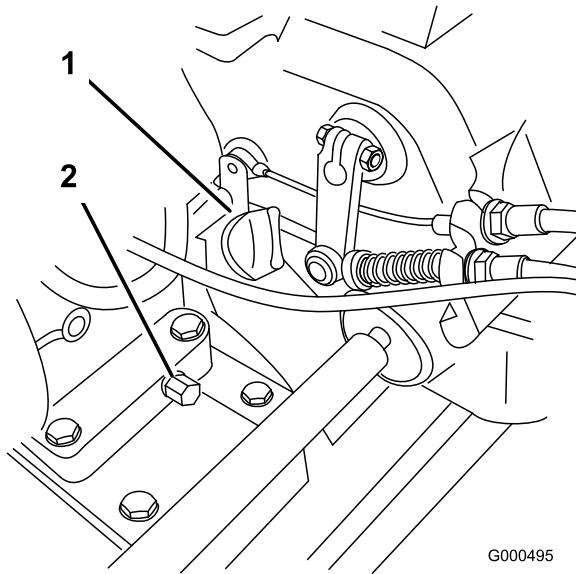

Figura 22
- Coloque o cortador de maneira a que o motor esteja nivelado e limpe à volta o medidor do nível de óleo (Figura 22).
- Coloque um recipiente de drenagem na traseira da máquina, debaixo do tampão de escoamento (Figura 22). Retire o tampão de escoamento.